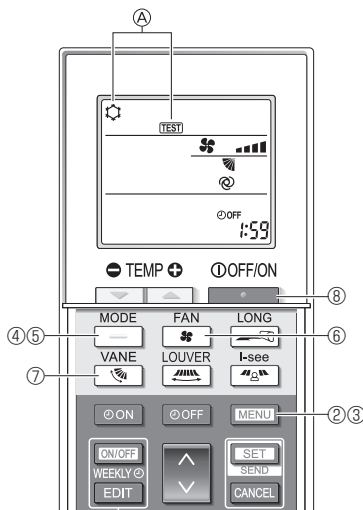

Fig. 7-5
- Нажмите и удерживайте кнопку [MENU] в течение 5 секунд. (Fig. 7-5) (Выполняйте эту операцию, когда дисплей пульта дистанционного управления выключен.)
- Нажмите кнопку [MENU]. Отображаются [A] (TEST) и текущий режим работы. (Fig. 7-5)